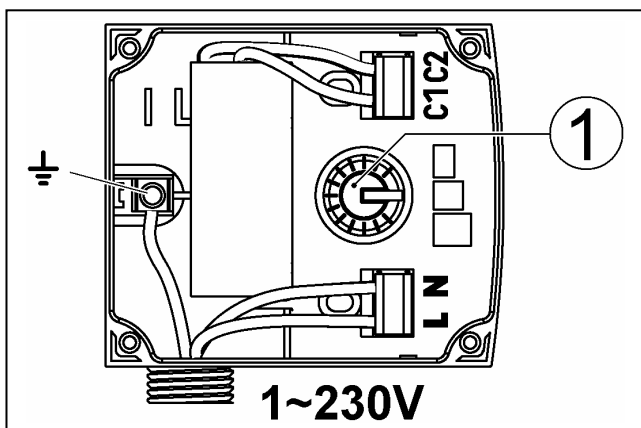

Рис. 3
Насосы оборудованы клеммной коробкой с 3-х ступенчатым переключателем (рис. 3, поз. 1)
- Установите переключатель скоростей (рис. 3, поз. 1) в необходимое положение,